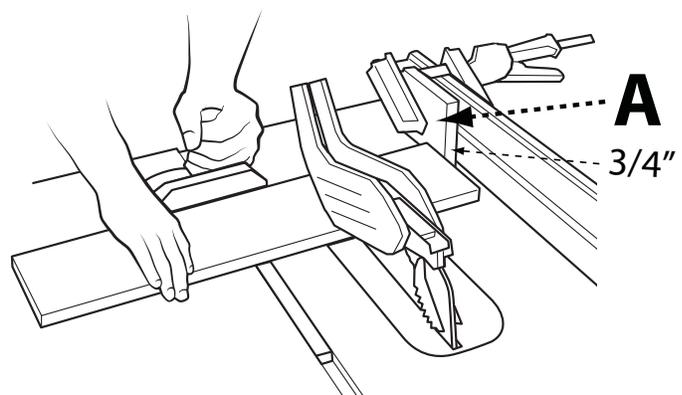

FIGURE 36
Lorsque vous coupez transversalement un certain nombre de pièces à la même longueur, vous pouvez serrer un bloc de bois (A) (voir Figure 36) au guide et l'utiliser comme une jauge de coupure. Le bloc (A) doit faire au moins $\frac{3}{4}$ pouce (19 mm) d'épaisseur pour empêcher le coincement de la pièce coupée entre la lame et le guide. Une fois que la longueur de coupe est déterminée, verrouillez le guide et utilisez le guide à onglets pour faire avancer la pièce dans la lame.